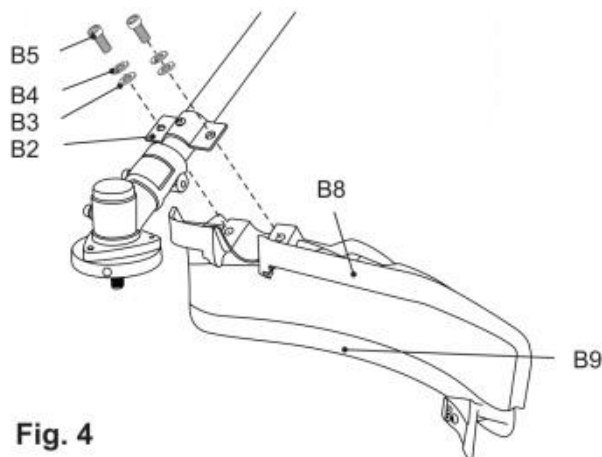

Fig. 4
15) Sichern Sie die Verbindung mit Schrauben (B5) , Federscheiben ((B4)) und Unterlegscheiben (B3) mit dem Werkzeug (E4) (Abb. 4).